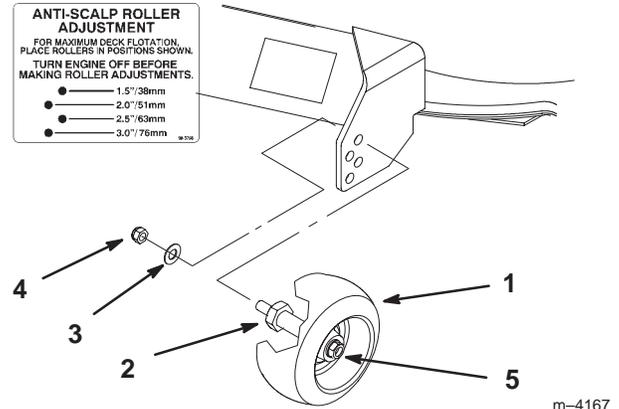

Figure 20
2. Lorsque la hauteur de coupe est réglée, retirez l'écrou à collerette et la rondelle élastique tout en maintenant le goujon avec une clé (Fig. 20).
Note: N'enlevez pas l'écrou et la rondelle de la roue (Fig. 20).
3. Choisissez le trou pour que la roue de jauge se trouve le plus près possible de la hauteur de coupe correspondante voulue (Fig. 20).
4. Remettez l'écrou à collerette et la rondelle élastique (Fig. 20).